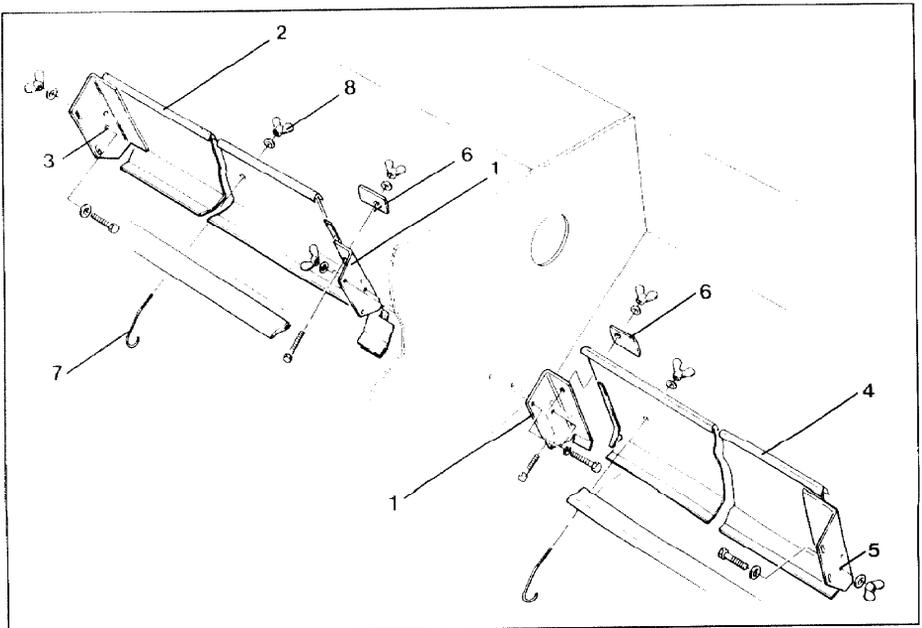

Fig. 51
- Mittelseitenteile (Fig. 51/1) am Saatkastenmittelblech des Saatkastens anschrauben.
- rechten Rapseinsatzkasten (Fig. 51/2) an der rechten Saatkastenaußenwand anschrauben. Zu benutzen ist die Bohrung (Fig. 51/3).
- linken Rapseinsatzkasten (Fig. 51/4) in gleicher Weise an der linken Saatkastenaußenwand anschrauben. Zu benutzen ist die Bohrung (Fig. 51/5).
- Rapseinsatzkästen in Saatkastenmitte mit je einer Klemmlasche (Fig. 51/6) festklemmen.